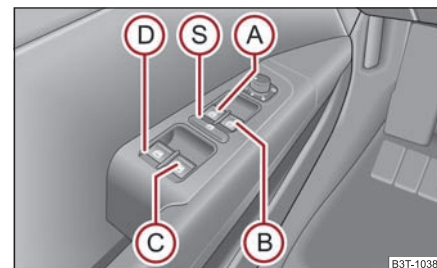

Fig. 50 Touches dans la portière du conducteur
Les contacteurs pour chaque vitre se trouvent dans les accoudoirs des portières du conducteur ⇒ page 55, fig. 50, du passager avant et des portières arrière ⇒ fig. 51. ►
Vous pouvez neutraliser les contacteurs pour les lève-vitres dans les portes arrière en appuyant sur la touche de sécurité (S) ⇒ page 55, fig. 50. Vous pouvez réactiver les touches pour les lève-vitres dans les portes arrière en réappuyant sur la touche de sécurité (S).
- Si des enfants sont assis sur les sièges arrière, nous vous recommandons de neutraliser les lève-vitres électriques des portières arrière (touche de sécurité) (S) ⇒ page 55, fig. 50.